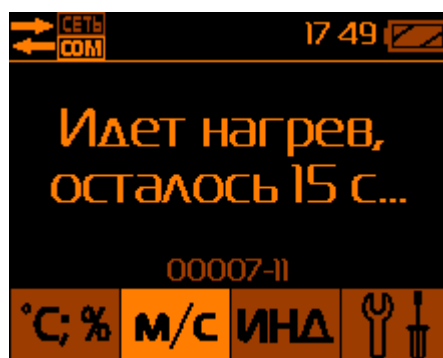

Рис.11 – Прогрев датчика скорости воздуха
Выбором сессии и подтверждением кнопкой «ОК» происходит переход непосредственно к ячейкам памяти блока обработки информации (рис.11)
2.5 Выбор режима измерения скорости воздуха осуществляется нажатием кнопки **м/с** (позиция 5, рис.1). Перед началом измерения производится прогрев датчика скорости воздуха в течение 30 с, о чём выводится соответствующее сообщение на дисплей БОИ-01 (Рис.11).